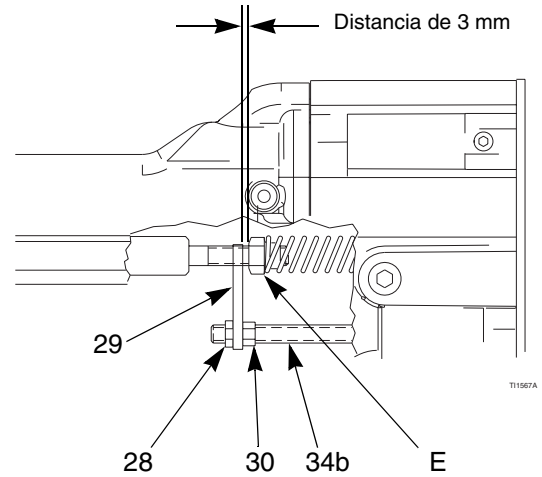

Fig. 29. Ajuste del brazo del actuador
2. Coloque las piezas de forma que haya una separación de 3 mm entre el brazo del actuador (29) y la tuerca de la varilla prensaestopas de fluido (E), lo que permite que el aire de atomización se active antes que el fluido. Vea Fig. 29.
3. Apriete la tuerca de ajuste (30) contra el brazo del actuador (29). Compruebe que se mantiene la distancia de 3 mm. Además, cuando se dispara la pistola, debería haber 3–4 mm de recorrido de la aguja del electrodo. Ajuste la posición de la contratuerca para obtener estas dimensiones.
5. Instale la carcasa la pistola (2) y el cabezal de aire (3), página 44.